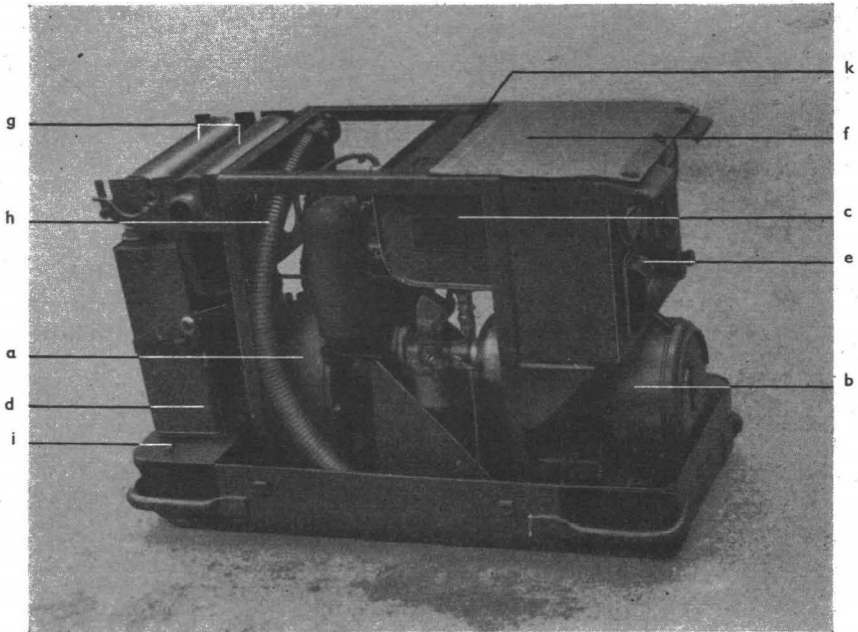

Bild 8
13. Die benzinelektrische Gruppe — Gleichstrom (Bild 8).